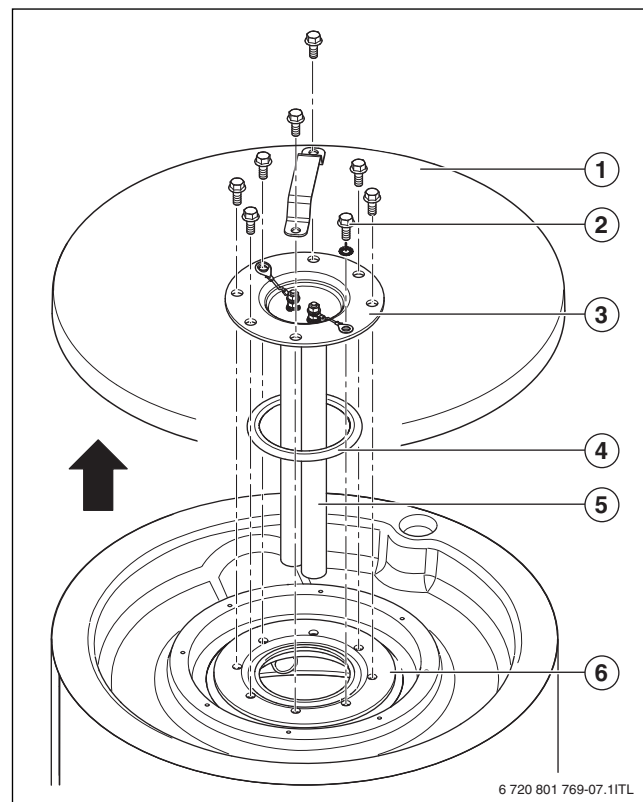
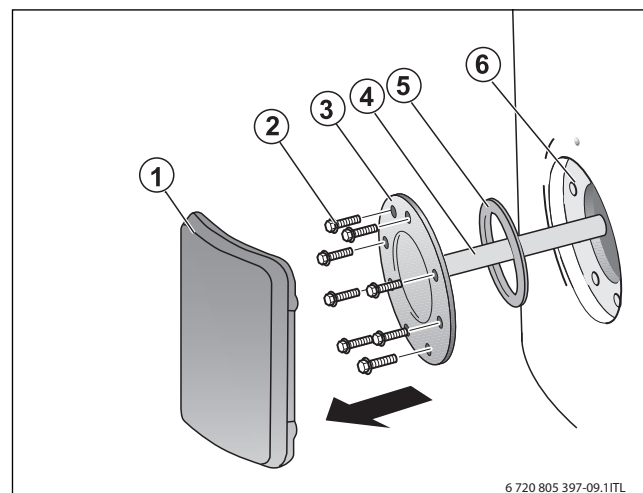

Fig. 17 Démontez le couvercle de la trappe de visite SU54/5
Fig. 18 Démontez le couvercle de la trappe de visite SU80/5, SU100/5
- Retirer le recouvrement de l'habillage PS (SU54/5) (→ fig. 17, page 51, [1]) ou le couvercle de la trappe de visite (SU80/5, SU100/5) (→ fig. 18, page 51, [1]) du ballon d'eau chaude sanitaire.
- Démonter la trappe de visite (→ fig. 17, page 51) si ce n'est pas encore le cas.